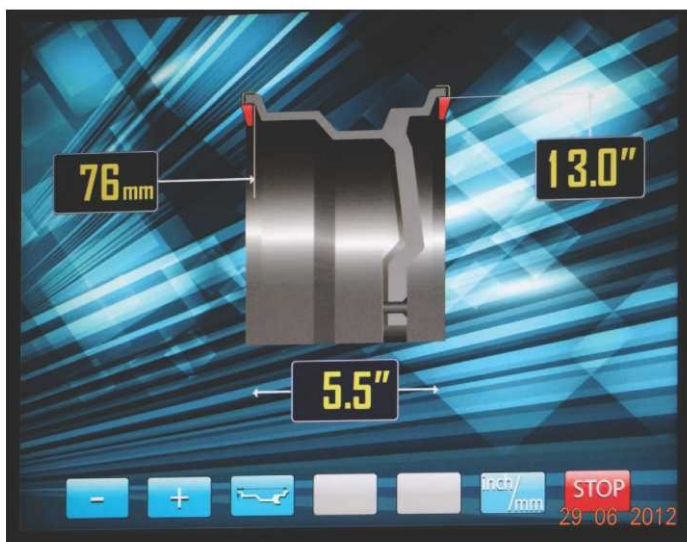

рис.10.2.
При включении питания СБ автоматически устанавливаются исходные параметры « d » и « b », записанные в памяти СБ, которые можно проконтролировать нажимая кнопку A, d, b кнопка 3 на рис.10.2.
корректирующих грузов на внутренней стороне диска (см. рис. 10.1) и удерживать штангу в этом положении до появления звукового сигнала, после чего возвратить штангу в исходное положение. При этом экран основного рабочего режима сменится на экран ввода геометрических параметров колеса рис.10.2.
В этом режиме функционируют кнопки «-» и «+» для ввода ширины диска, а также для коррекции диаметра диска и дистанции от корпуса СБ до колеса, если требуется их ручная коррекция. Переключение кнопок «-» и «+» для коррекции диаметра и дистанции осуществляется кнопкой A,d,b (кнопка 3 рис.10.2), при этом корректируемая величина выделяется красным цветом, кроме того кнопка A,d,b позволяет перейти к экрану ввода геометрических параметров из экрана основного рабочего режима.
11.2.1. Введите геометрические параметры колеса как описано в п. 10.2 или 10.4. На экране ввода геометрических параметров отображается стандартная балансировка грузами на пружинках рис.10.2 или 10. 4.